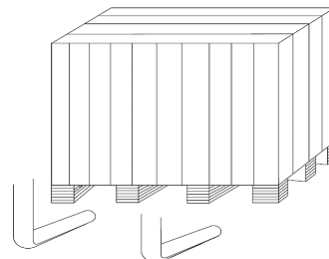
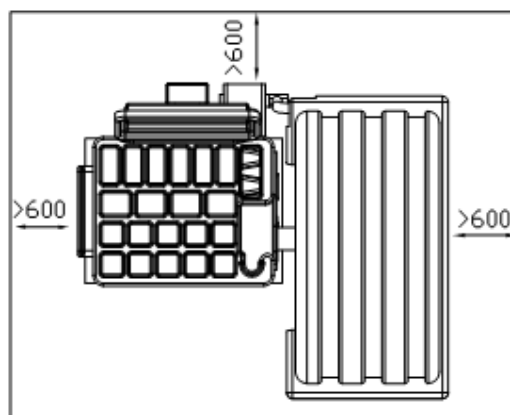

Рис. 4
Рис. 5
4.1.1 После того, как вы убедитесь, что упаковка вашего станка находится в хорошем состоянии, вы можете переместить станок для балансировки колёс к месту его установки (Рис. 4). Выбранное место установки должно удовлетворять следующим требованиям: Температура окружающей среды должна быть 0 °C – 50 °C, а относительная влажность должна быть  $\leq 85\%$ . И производите установку так, как это показано на Рис. 5.